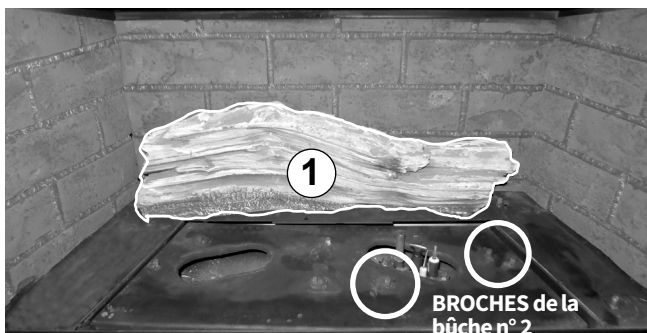

Figure 7.22. Emboîtez la bûche arrière n° 1 avec les deux chevilles en acier situés sur la jupe du brûleur arrière.
Les supports de suspension du revêtement s'emboîtent dans les **fentes intérieures (C)** par l'**avant** des supports de montage de la boîte à feu. Voir la fig. 7.22, page 7.36.